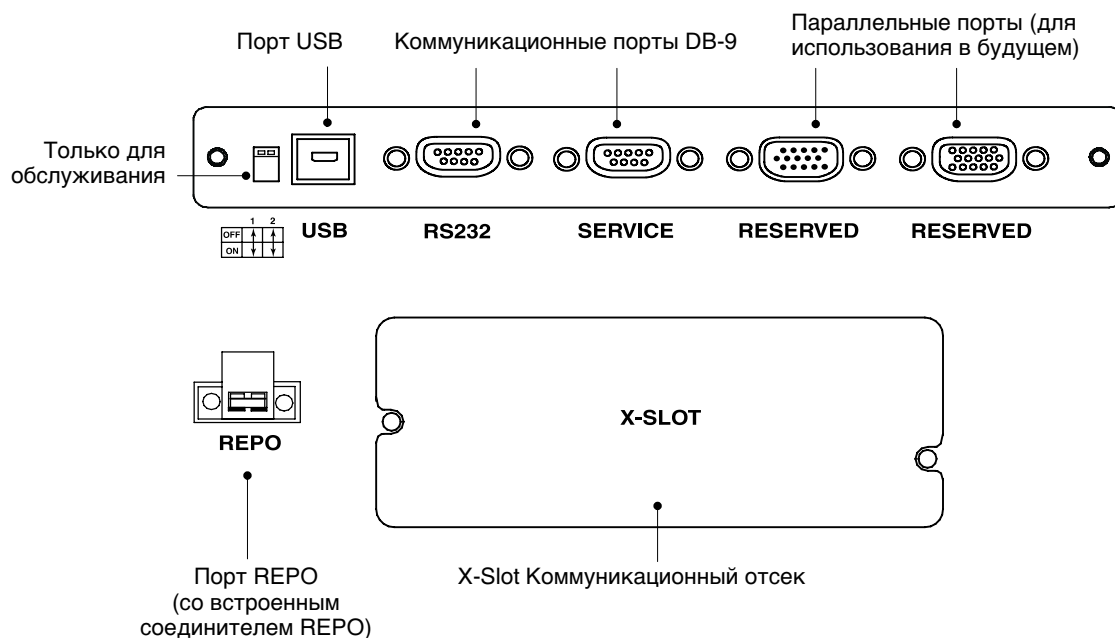

Рисунок 38. Средства коммуникации
ИБП Powerware 9140 оборудован портом USB, портом REPO, двумя коммуникационными портами DB-9 и коммуникационным отсеком X-Slot (см. рис. 38). Два параллельных порта зарезервированы для будущего использования.
1. Порт USB подключается в «горячем» режиме. Подключите кабель USB к порту USB на задней панели ИБП (см. рис. 38).
Чтобы установить соединение между ПК и ИБП, подключите ПК к коммуникационному порту ИБП RS-232, используя прилагаемый коммуникационный кабель (см. рис. 38 на стр. 45).
Местоположение коммуникационного отсека X-Slot указано на рис. 38 (стр. 45).